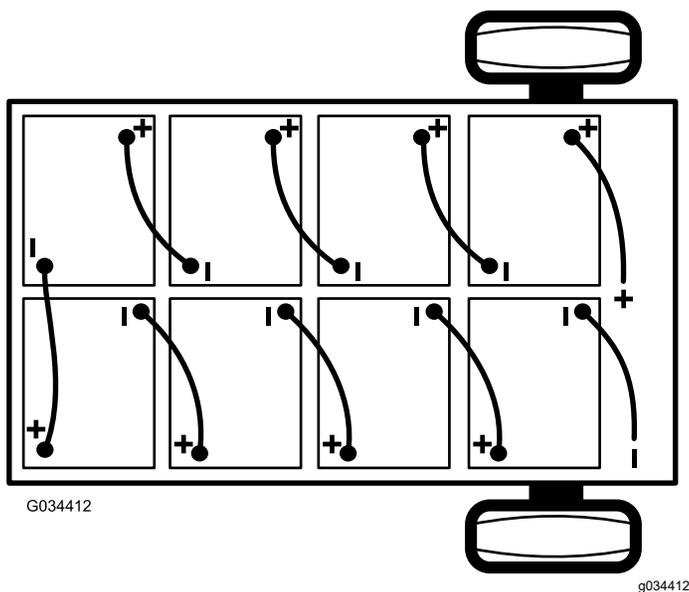

图 42
2. 断开将电池盒连接至机器接地点的主负极电池接线黑色 图 42。
3. 断开将电池盒连接至机器主接触器的主正极电池接线红色图 42。
注意 安装新电池时要注意电池的极性图 42。
6. 使用步骤 1 中卸下的电池互连线如图 42 所示将电池连接到一起。
2. 连接电池盒与机器之间的正极电池接线红色图 42。
3. 连接电池盒与机器之间的负极电池接线黑色图 42。